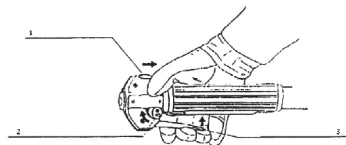

Fig. 7
- Переместите переключатель ВКЛ/ВЫКЛ в положение СТОП. Двигатель не запустится, если переключатель ВКЛ/ВЫКЛ находится в положении СТОП (рис. 7).
- Нажмите на спусковой рычаг и переместите рычаг среднего ускорения в направлении стрелки (рис. 7).
- Ослабьте спусковой рычаг; это зафиксировывает положение рычага среднего ускорения. Теперь можно запустить двигатель (рис. 7).